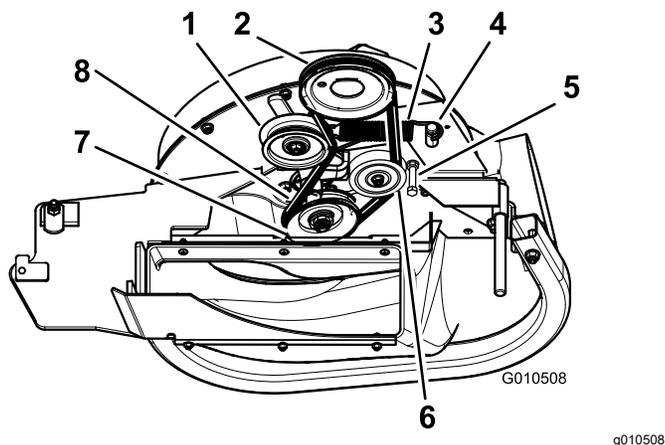

Figure 13
- Sur les tondeuses de 122 et 132 cm (48 et 52 po), desserrez le guide-courroie (Figure 13).
- Chaussez la courroie sur la poulie de ventilateur et la poulie de tension fixe (Figure 13).